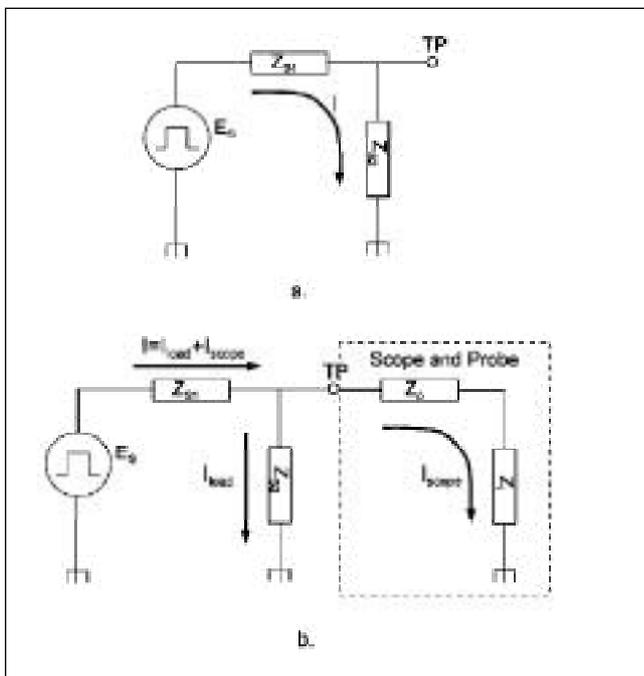
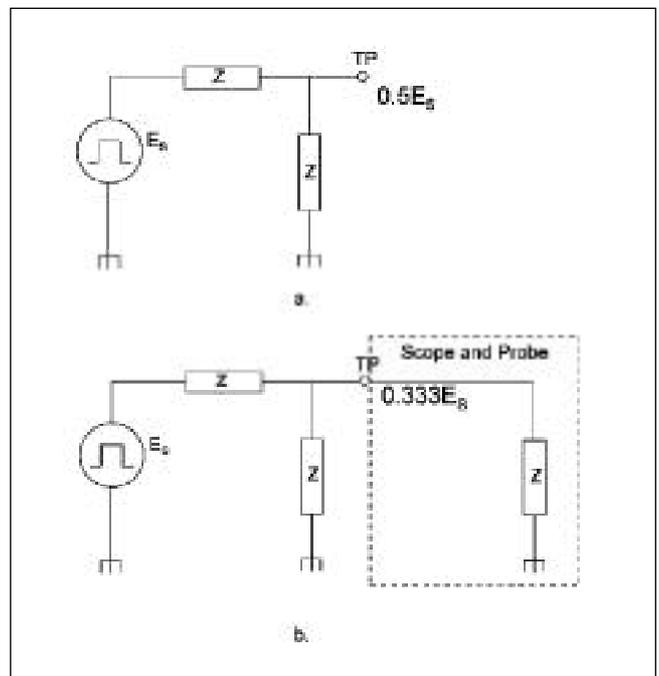

图 3-1. 在测试点被测试的信号，可以由一个信号源及阻抗来代替(a)。探测测试点时将探头及示波器阻抗加于源负载，导致被测量系统分流电流(b)。
图 3-2. 源阻抗越大，测试引起的负载效应就越大。本例中，阻抗相等，探头在测试点导致信号振幅 30% 的衰减。
为了在示波器上显示信号，信号的一部分必须被转到示波器输入电路。如图 3-1 所示，电路在测试点 (TP) 之后，由信号源 (E_s) 代表，且相应的电路电阻由 Z_{S1} 及 Z_{S2} 代表，是在 E_s 上的正常的负载。当一台示波器被接入测试点时，探头阻抗， Z_p ，及示波器输入阻抗， Z_i ，成为信号源负载的一部分。依赖探头及示波器的相关的阻抗值，可引起各种负载影响。这一章将详细探讨负载作用，以及其它的进行探测所带来的影响。
源阻抗的值能显著地影响任何探头负载的网络作用。例如，对于低的源阻抗，一根典型的高阻抗 10X 探头的负载作用几乎没有影响。这是高阻抗与低阻抗产品并联，对总阻抗没有影响。然而，随着阻抗越来越高，情况将产生很大变化，如图 3-1。图 3-2 所示，源阻抗等于探头及示波器的总阻抗，对于相等的阻值 Z ，没有接入探头和示波器时，源负载是 $2Z$ (见图 3-2a)，在测试点引起一个 $0.5E_s$ 的信号振幅。在探头及示波器接入时，源